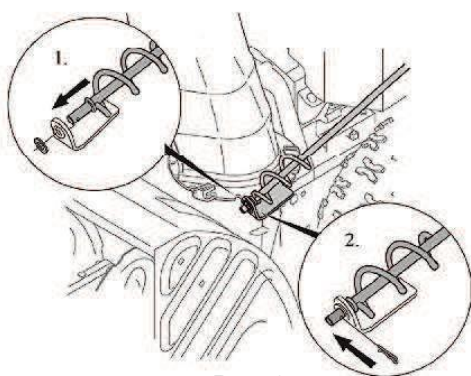

Рис. 3.
- ✓ пропустите рычаги (4 и 7) в отверстие, расположенное на панели переключения скоростей (6).
- ✓ установите рукоятку поворота желоба в отверстие кронштейна, расположенного на корпусе двигателя с левой стороны (см. рис. 3).